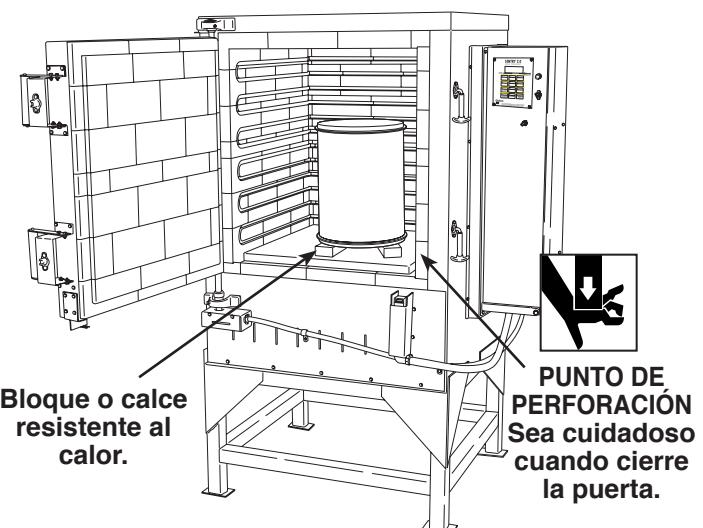

Figura 5
5. Coloque el DPF en el piso de la cámara. Si posiciona el DPF verticalmente, coloque bloques o calces resistentes al calor debajo del DPF para permitir la circulación del aire. Consulte la Figura 5.